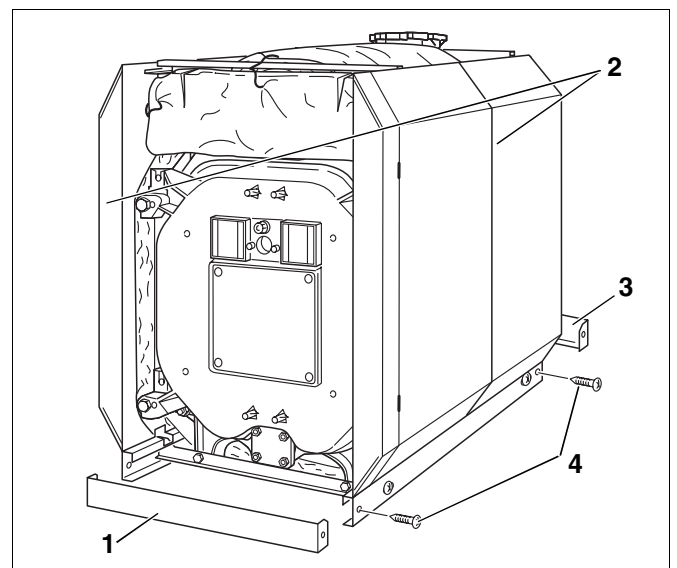

Abb. 51 Sockelschienen montieren
- Sind die Seitenwände (Abb. 51, **Pos. 2**) in der Senkrechten ausgerichtet, so müssen die Blechschrauben der Sockelschiene (Abb. 51, **Pos. 4**) festgezogen werden.
- Die quer verlaufenden Sockelschienen (Abb. 51, **Pos. 1 und 3**) von vorne und hinten in die längs verlaufenden Sockelschienen schieben. Die Abkantung am Querblech muss jeweils unten sein und zum Kessel zeigen (Abb. 51).